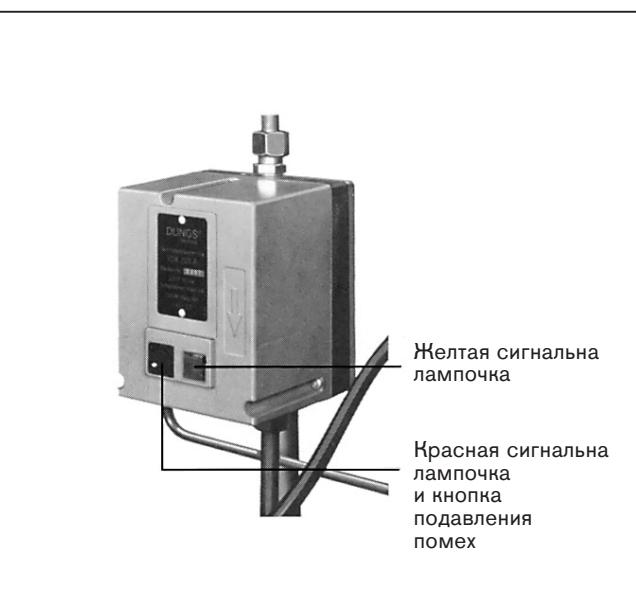

Рис. 4 – прибор для контроля на герметичность
Если газовая горелка оснащена прибором для контроля на герметичность, то в связи с контролем на герметичность магистрального трубопровода, между обеими газовыми клапанами, зажигание запального пламени задерживается, примерно, на 30 секунд (см. пункт 3, и рис. 4).
3. Прибор для контроля на герметичность (рис. 4)